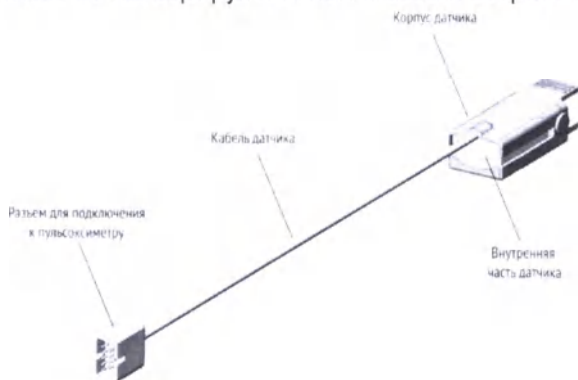
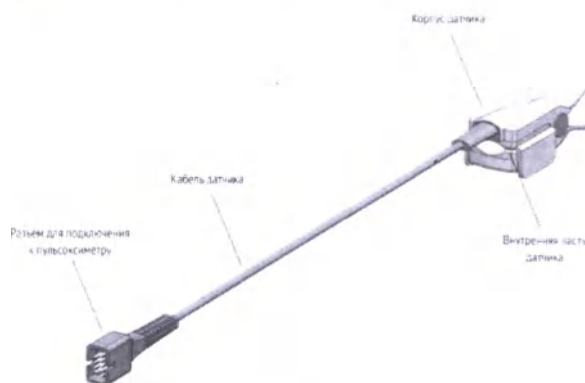
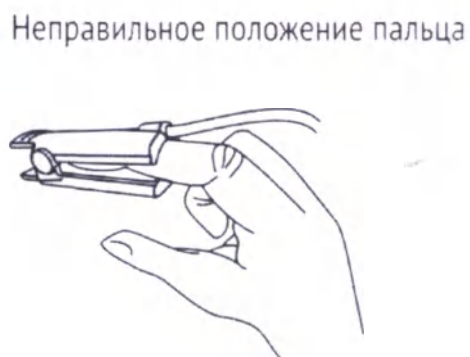
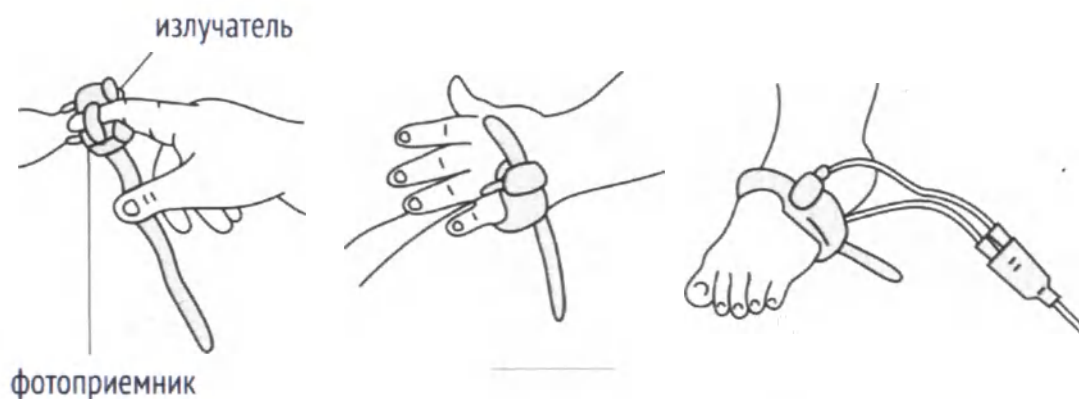

Рис.3
Рис.4
Рис.5
Рис.7
2.2.1.4. Датчик пульсоксиметрический пальцевый взрослый (рис.3)/ Датчик пульсоксиметрический пальцевый взрослый со шторками (рис.4) выполнен в виде клипсы, которая надевается на палец пациента так, как показано на рис. 5, при этом следует следить, чтобы фотоприемник прилегал к мягким тканям. Пальцевые датчики можно устанавливать только на пальцы рук или ног. Масса и возраст взрослого пациента при этом не ограничены.
Поместите излучатель и фотоприемник в разъемы фиксирующего ремешка и закрепите на пациенте как показано на рис. 7.
настройка. Если надпись «НА» не появилась и через 2 с. на индикаторе 1 появляется надпись «НД» - нет датчика, то подсоедините датчик пульсоксиметрический. На экране должна появиться надпись «НП» - нет пациента. Установите датчик на пациента, как указано на рис. 5, рис. 7 в зависимости от типа датчика и убедитесь в работоспособности пульсоксиметра.
3.3.4. Установите на пациента датчик как указано на рис. 5, рис. 7 в зависимости от типа датчика. При этом рука не должна находиться в напряжённом состоянии. В случае двигательной активности пациента зафиксируйте кабель датчика на запястье липкой лентой.